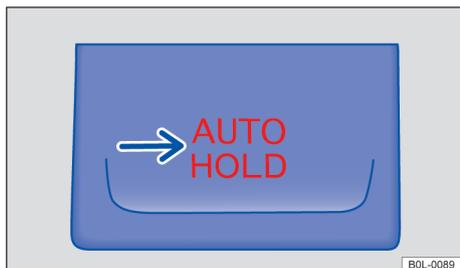

Рисунок 97. На центральной консоли: кнопка Auto Hold
Auto Hold активируется, когда индикатор на кнопке → Рисунок 97, горит красным, а индикатор на дисплее приборной панели горит зеленым.
- Нажмите кнопку → . Световой индикатор в кнопке → Рисунок 97 горит красным. Auto Hold готов, но может не всегда удерживать автомобиль в неподвижном состоянии → .
- Нажмите кнопку → . Световой индикатор в кнопке → Рисунок 97 выключится.